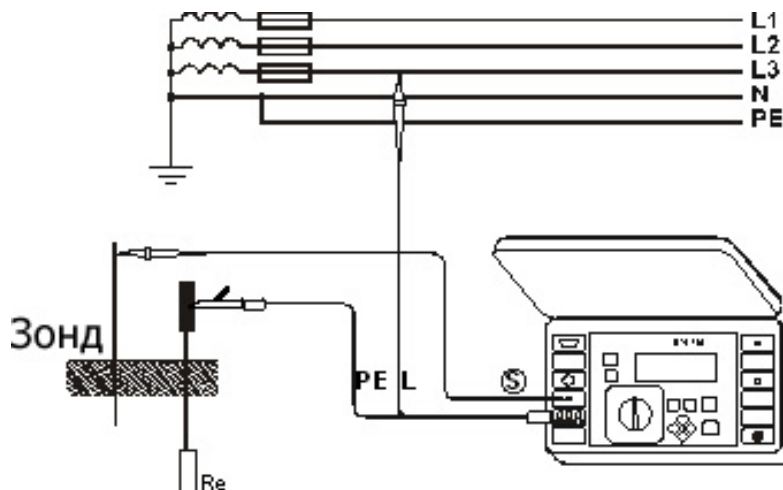

Рис.14. Способ подключения измерителя MPI-510 при измерении сопротивления заземления
Для измерения сопротивления заземления прибором MPI-510, в качестве дополнительного источника напряжения, служащего для создания измерительного тока, используется фазный провод сети. Для исключения влияния сопротивления рабочего заземления, источника и провода фазы, используется дополнительный электрод, вбиваемый в землю (сравнительная земля) и подключенный к гнезду **3** - Рис.14.
- измерительные провода подключить в соответствии с Рис.14; провод L может иметь произвольную длину, провод WS-01 используется для измерения сопротивления заземления в сетевом гнезде;